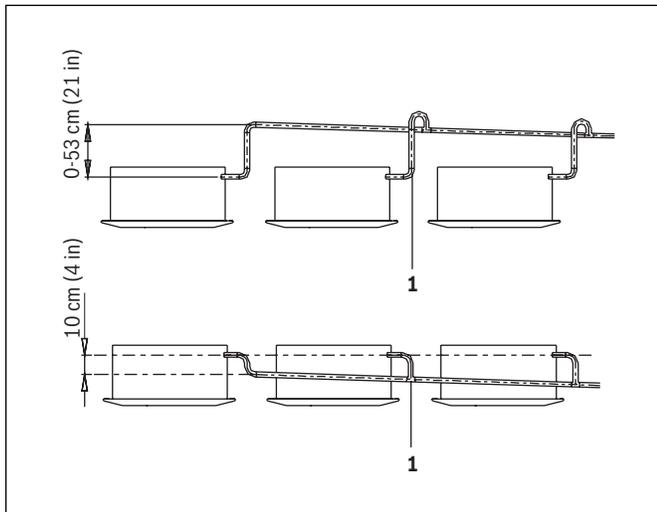

Figura 17
- ▶ Al unificar varias tuberías de drenaje, instale las tuberías como se muestra en la figura 17. Seleccione tuberías de drenaje convergentes cuyo calibre sea adecuado para la capacidad operativa de la unidad.